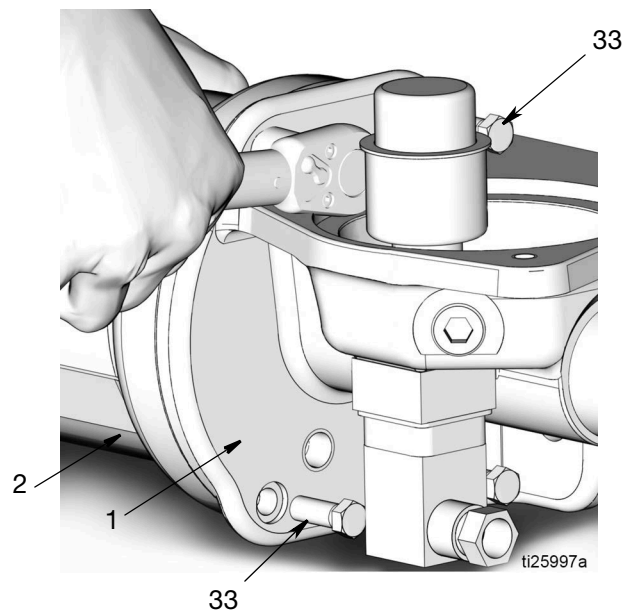

FIG. 18
14. Utiliser une douille de 3/8 pouce pour retirer les 4 boulons (33) maintenant le vérin pneumatique (2) sur la base de la pompe (1) (Fig. 18). Déposer le vérin pneumatique de la base de la pompe.